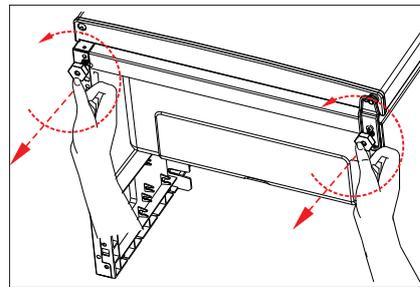

Fig. 1
- ▶ Gire el regulador de temperatura (1) hasta que sobrepase la posición 1 brevemente a la posición ●. Se oirá un clic. El aparato se apaga. Se oirá un clic. El aparato se apaga. . Extraiga la clavija de enchufe (8) de la toma de corriente.
- ▶ Saque los cajones de congelado (9) y los estantes (2/3) de cristal como se describe en el capítulo siguiente.
- ▶ Desmonte ambas patas del aparato (7) girándolas en sentido contrario al de las agujas del reloj (fig. 1).
- ▶ Mantenga cerrada la puerta del congelador (4).